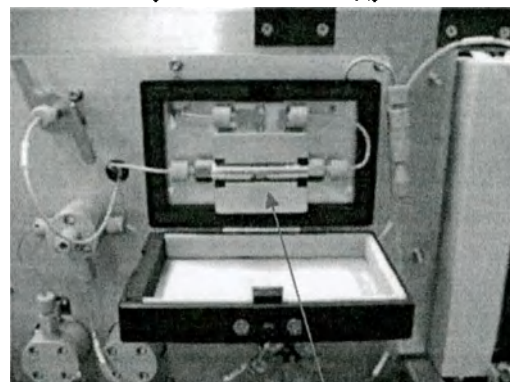

Рисунок 3-9. Хроматографическая колонка в термостате
- в) Хроматографическую колонку необходимо подсоединять так, чтобы направление потока совпадало с направлением стрелки на наклейке (см. рис. 3-9).